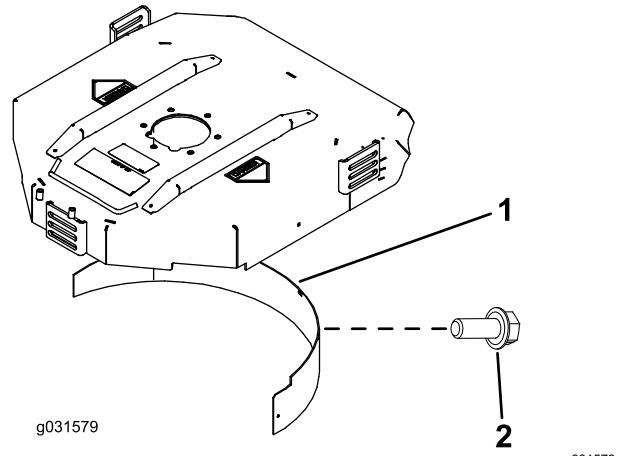

Bild 9
2. Montieren Sie das Mulchablenkblech in der hinteren Öffnung und befestigen Sie es mit fünf Bundschrauben (**Bild 9**).